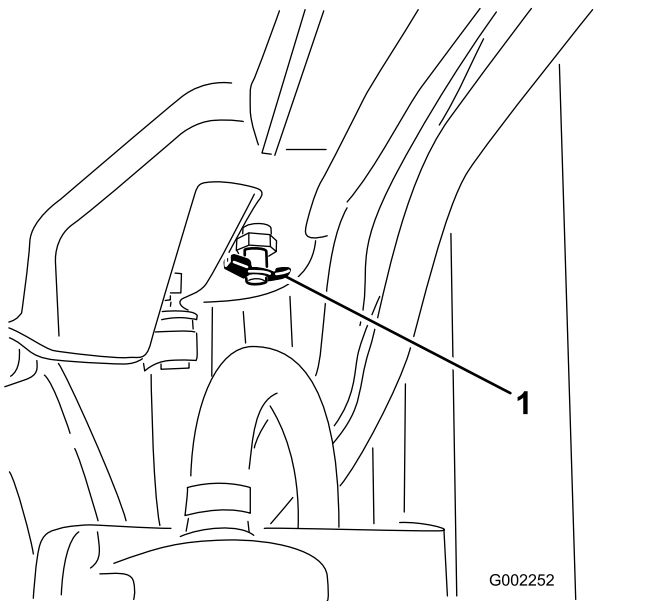

图86
4. 打开排放阀将冷却液排到盘中图86。
6. 拆下散热器盖 图86。
10. 冷却液变热之后把冷却液液位添加至盖子的密封面处盖紧盖子 (图86)。
11. 打开膨胀水箱盖向水箱添加冷却液至“冷”位置 图86。